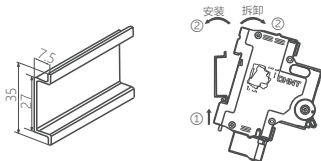

图3 安装、拆卸示意图
6.2 采用TH35-7.5型安装轨安装，安装、拆卸如下图3